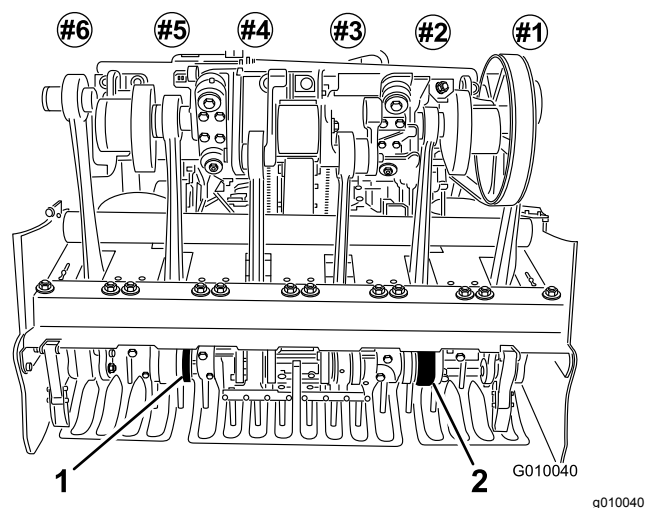

Figura 26
- Instale taladros en los portataladros N° 2 y N° 5 (Figura 26). Apriete los pernos.